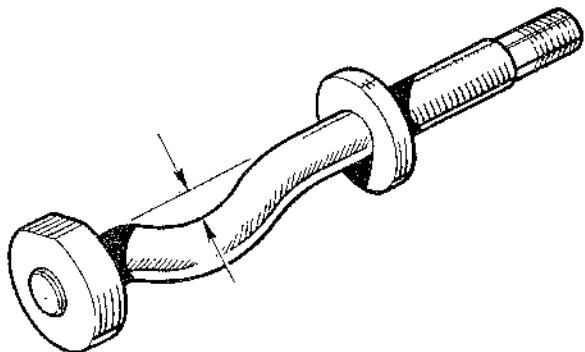

Fig. G.7
- (28) El montaje se lleva a cabo siguiendo a la inversa las indicaciones de desmontaje dadas en la Sección K.2
- (29) Cuando se monte un palier de recambio (del tipo con funda de goma en la junta desplazable) en el lado izquierdo de un coche antiguo, será necesario cambiar también el pasador pivote interior del brazo inferior de la suspensión y montar uno modificado de forma que quede bastante separación para la funda de goma. En la Fig. G.7 se indica la dimensión del pasador pivote modificado.